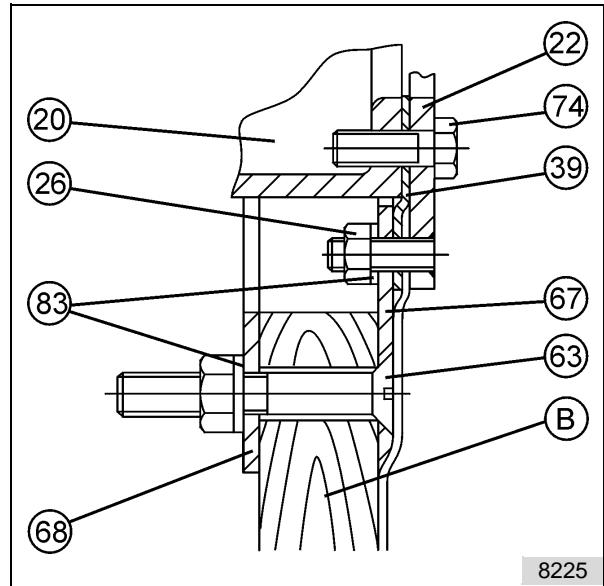

Abb. 18: Detail aus Abb. 17
N	Detail siehe Abb. 18
Den Einbausatz (92) am Klemmring (22) mit den Schrauben (74) montieren. Siehe auch Detail „N“ in Abb.18.